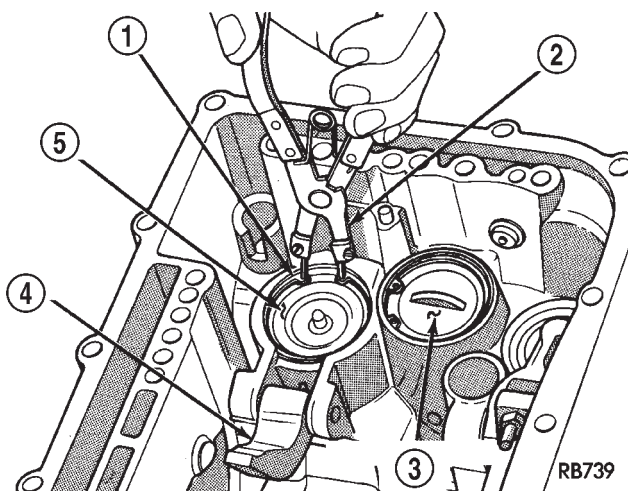

Fig. 67 Anillo de muelle del servo de retirada
(26) Instale el anillo de muelle (Fig. 67).